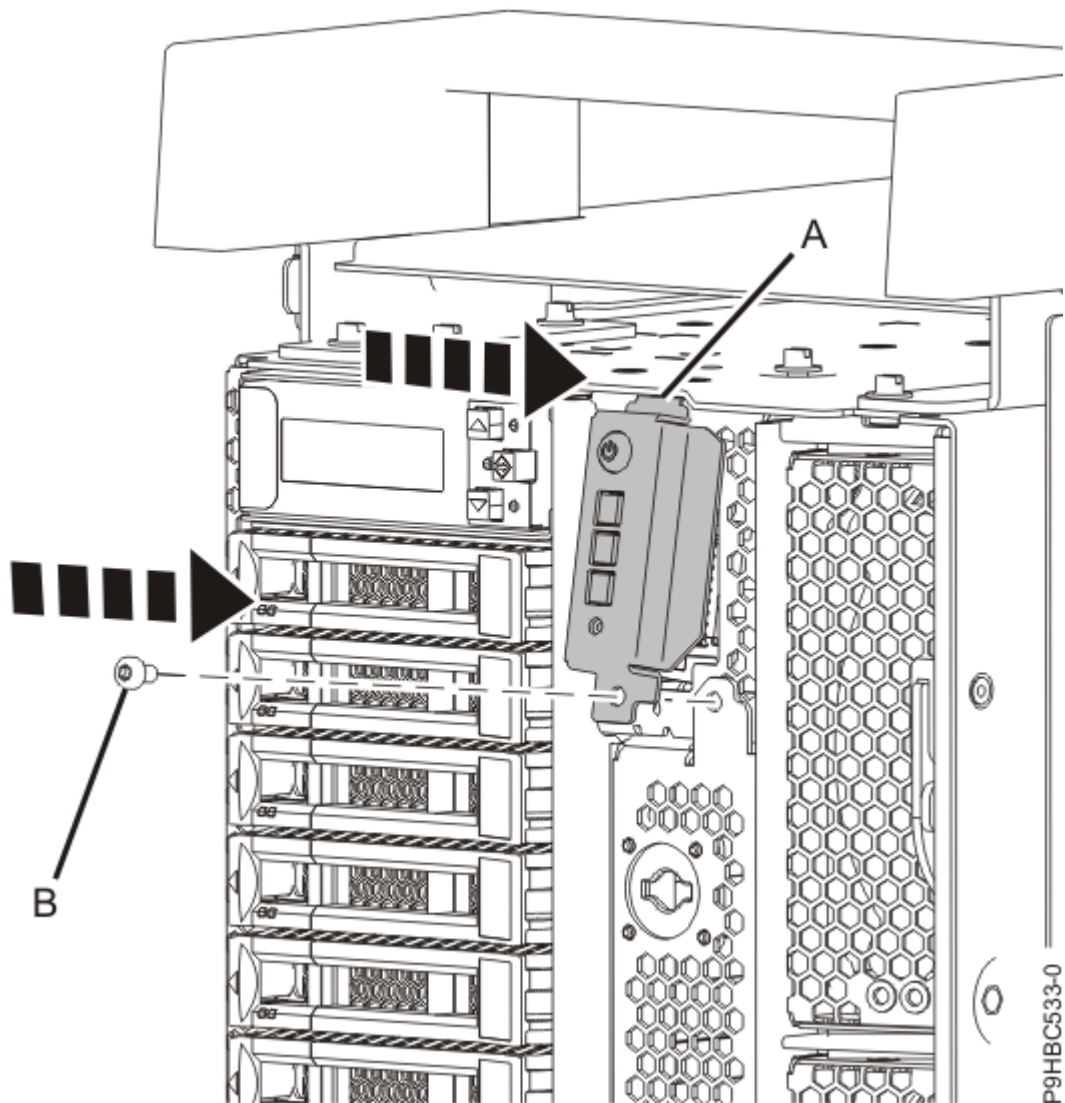

図 25. スタンドアロン・システムへのコントロール・パネルの固定
- b) コントロール・パネルを上回転させて上部タブ **(A)** を固定し (27 ページの図 25 を参照)、コントロール・パネルをシステムに固定するねじ **(B)** を再取り付けします。